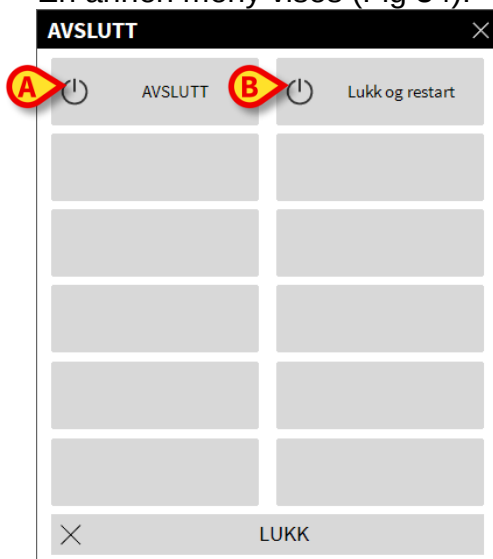

Fig 34
Om-knappen i Alaris™ Infusion Central -hovedmenyen (Fig. 34 B) viser et vindu med informasjon om installert Alaris™ Infusion Central versjon og tilhørende lisenser.
En annen meny vises (Fig 34).
- Klikk på **Avslutt**-knappen igjen (Fig 34 **A**).